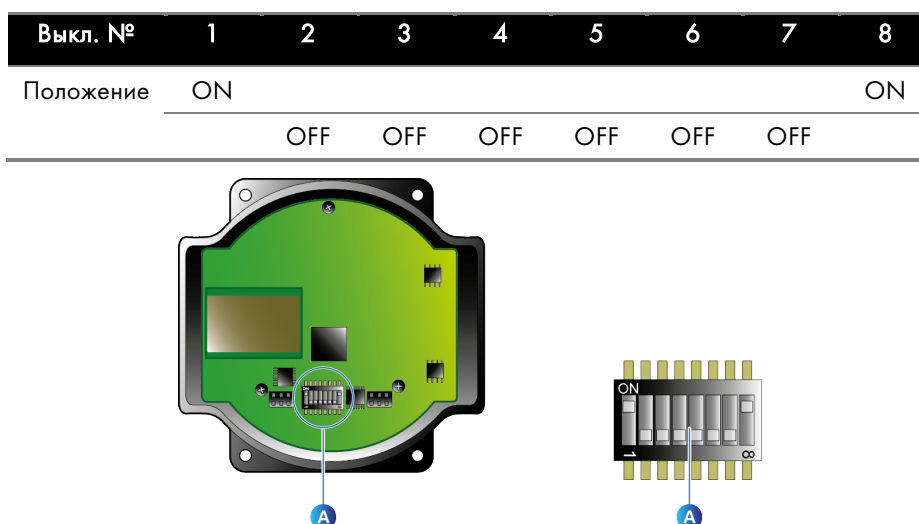

Рис. 49. Регулировка микровыключателей на Мастер-приемнике.
- Откройте **Мастер-приемник** и расположите микровыключатели (Рис. 49, поз. А) следующим образом: